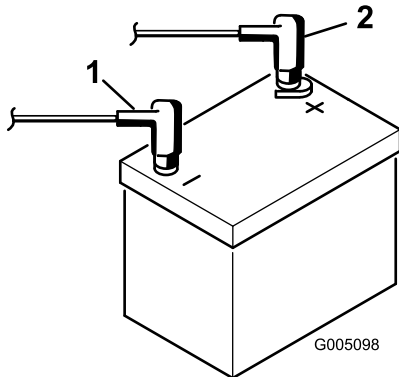

Bild 4
7. Klemmen Sie das Pluskabel (Rot) am Pluspol (+) der Batterie und das Minuskabel (Schwarz) am Minuspol (-) der Batterie an und befestigen Sie die Kabel mit den Kopfschrauben und Muttern (Bild 4). Stellen Sie sicher, dass die Plusklemme (+) vollständig auf den Pluspol aufgezogen und das Kabel fest an die Batterie angeklemmt ist. Das Kabel darf die Batterieabdeckung nicht berühren.